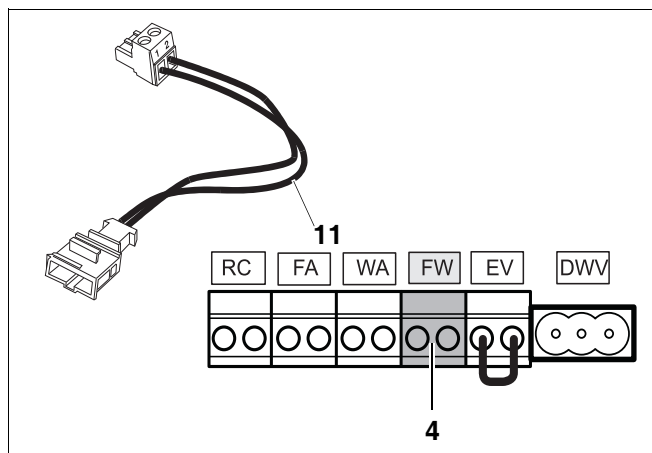

Fig. 35 Klemrække – varmtvandsføler (tilslutningsfarve grå)
- Slut varmtvandsføleren til det grå stik FW (fig. 35, pos. 4). Brug hertil adapterkablet, som følger med varmtvandsføleren (fig. 35, pos. 11).